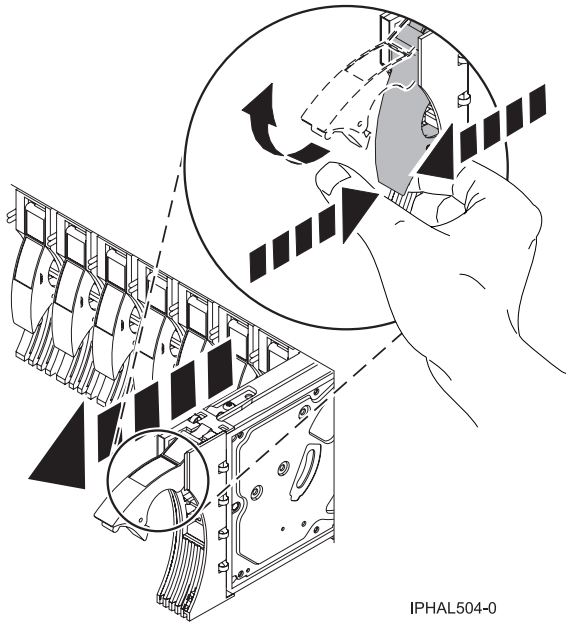

Figure 25. Retrait d'une unité de disque d'un modèle ou 11D/20
8. Appuyez sur la poignée de l'unité de disque et tirez-la vers vous pour retirer l'unité de disque (voir figure 25, à la page 34). Si la poignée n'est pas complètement sortie, vous ne pouvez pas retirer l'unité de disque de l'unité centrale ou de l'unité d'extension.